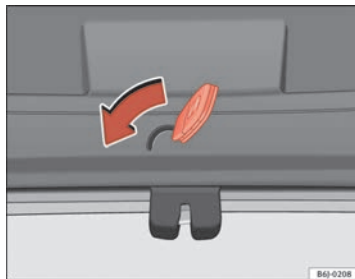

Abb. 46 Heckklappe: Notöffnung
- Den Schlüsselbart in den Schlitz stecken und das Verriegelungssystem entriegeln, indem der Schlüssel von rechts nach links in Richtung Pfeil bewegt wird ⇒ Abb. 46. ■